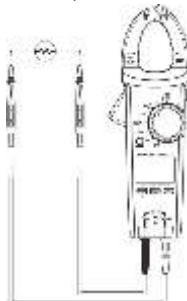

Рис. 8 Измерение сопротивления
7.5 Измерение сопротивления (см. рис. 8)